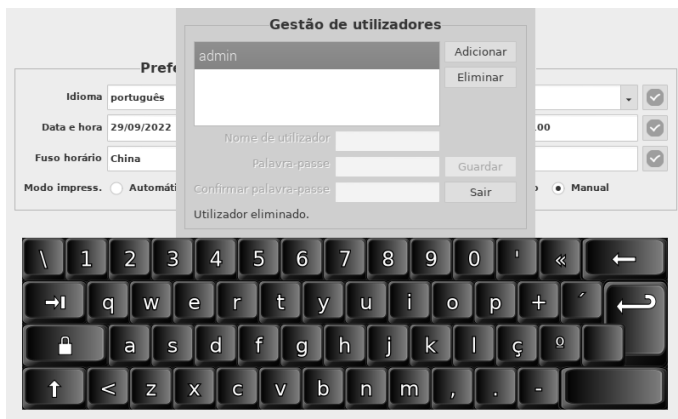

Fig. 12
- **Eliminar utilizador:** seleccione o utilizador que pretende eliminar e clique em **Eliminar**. (consulte a Fig. 12)